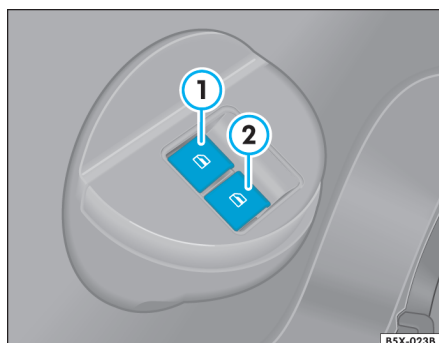

Fig. 39 Detalle de la puerta del conductor: interruptor de accionamiento eléctrico de los elevalunetas
- Mantenga la tecla presionada ⇒ **fig. 39** para abrir la ventanilla.